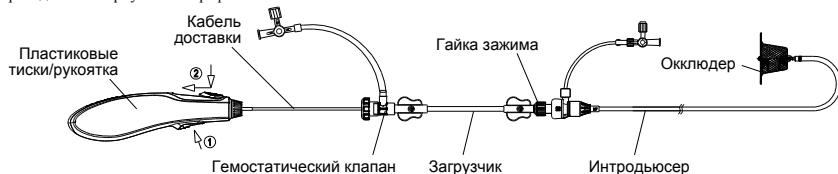

Рис. 7. Изображение высвобождения окклюдера
- Удерживайте интродьюсер в сопоставлении со втулкой окклюдера, затем осторожно потяните кабель назад, пока он не отделится от окклюдера. Полностью удалите кабель доставки и интродьюсер из тела пациента (см. рис. 7).